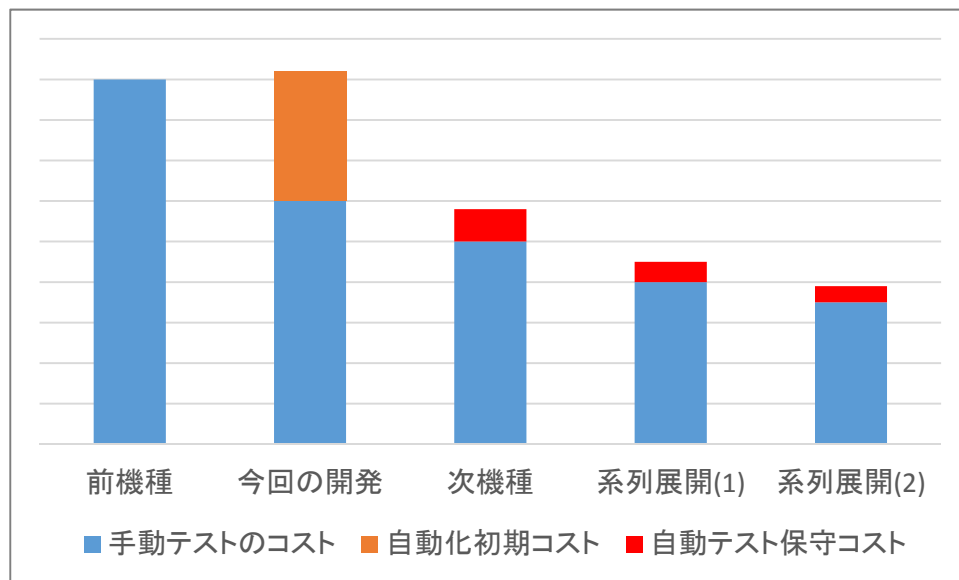

図1 システムテストのコスト推移予測
- 自動化の導入により次機種以降、テストコストが30%以上削減見込み（図1）